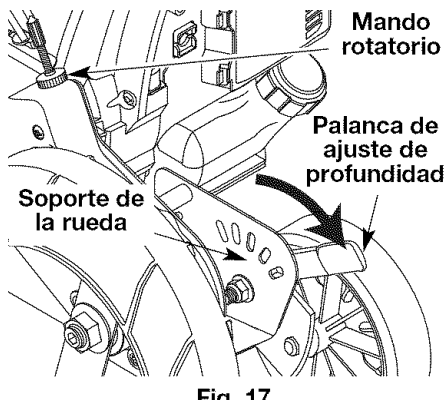

Fig. 17
1. Sujete la palanca de ajuste de profundidad situada al lado de la rueda delantera (Fig. 17).
2. Para elevar la cuchilla de corte, mueva la palanca hacia el frente del soporte de la rueda (Fig. 17).
1. Localice el mando rotatorio pequeño situado en la parte superior de la caja de la correa (Fig. 17).